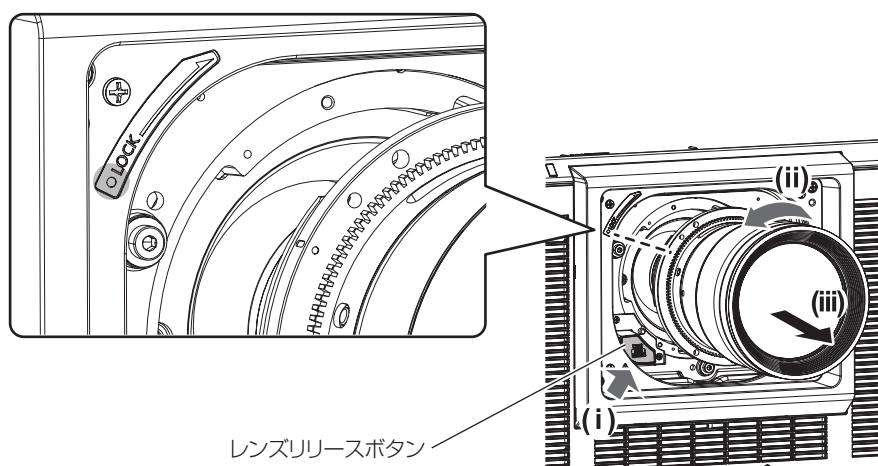

図1
2) レンズリリースボタンを押しながら投写レンズを反時計方向に回し、抜き取る（図1）